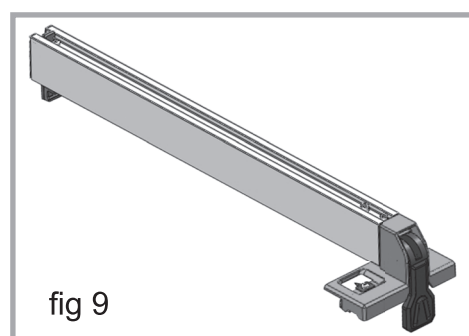

fig 9
1. Le guide de refente est pré-assemblé dans la boîte (fig 9).